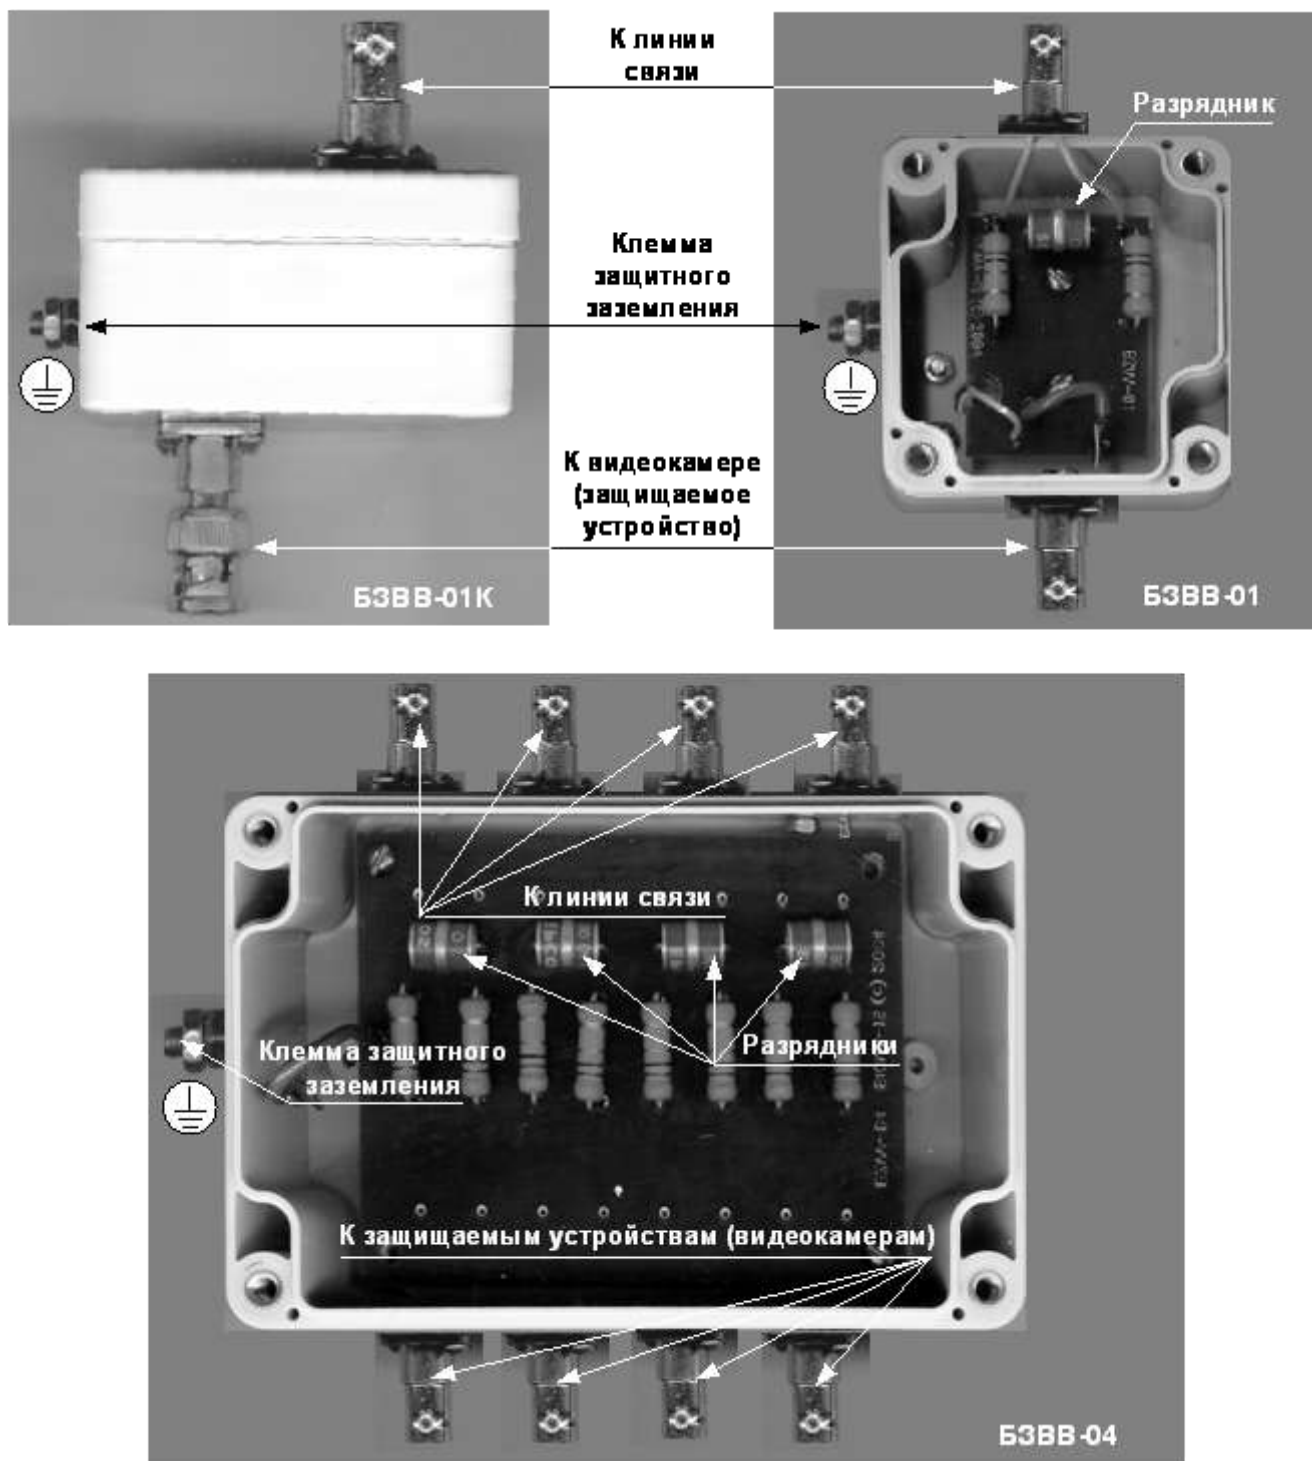

Рис. 1 Внешний вид и основные элементы БЗВВ
4.1. На Рис. 1 приведен внешний вид и основные элементы БЗВВ-01К, БЗВВ-01, БЗВВ-04.